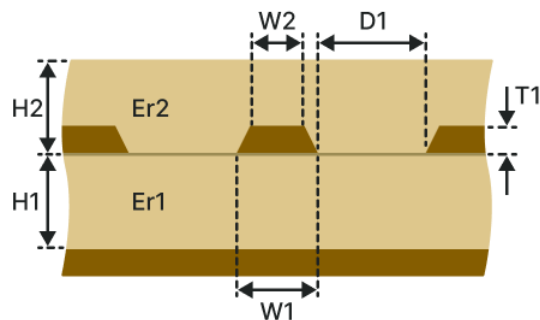

Рис. 162 Копланарная заглубленная ЛП с опорным слоем (КЗОС-1Н1В)
- Копланарная заглубленная ЛП с опорным слоем (КЗОС-1Н1В), см. Рис. 162.